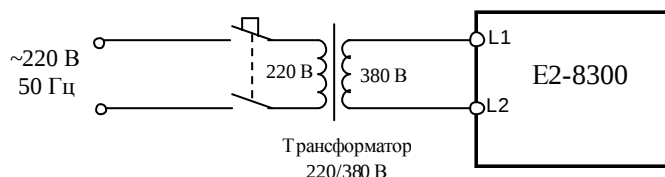

Рис. 4.10. Подключение ПЧ к электросети 1Ф ~220 В через трансформатор 220/380
4.9.2. Подключить преобразователь к электросети 3Ф ~380 В (или к сети 1Ф ~220 В через трансформатор 220/380 В, как показано на рис. 4.10).